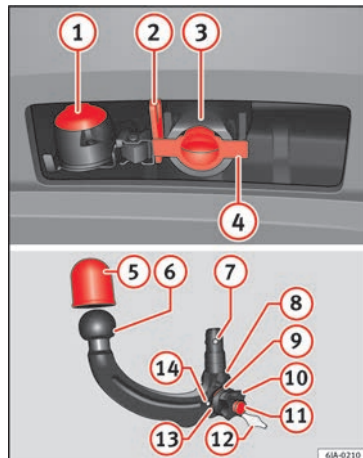

Fig. 195 Suporte do dispositivo de engate para reboque/barra de cabeça esférica.
Legenda da » **Fig. 195:**
- Retire a tampa do orifício do casquilho de fixação **4** » Fig. 195 puxando para baixo.
– Coloque a tampa do orifício do casquilho de fixação **(4)** »» **Fig. 195**.